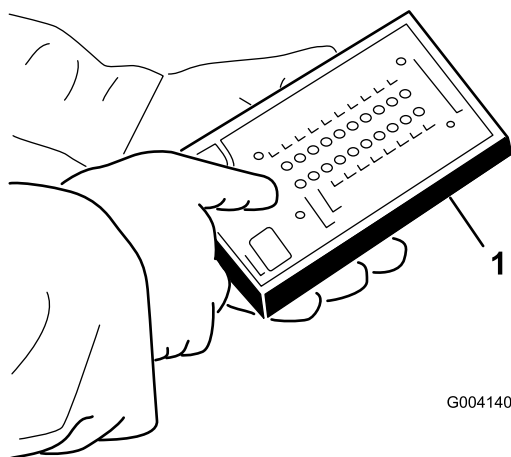

**Figura 49**
- Accedete al cablaggio preassemblato ed ai connettori accanto al controller (Figura 49).